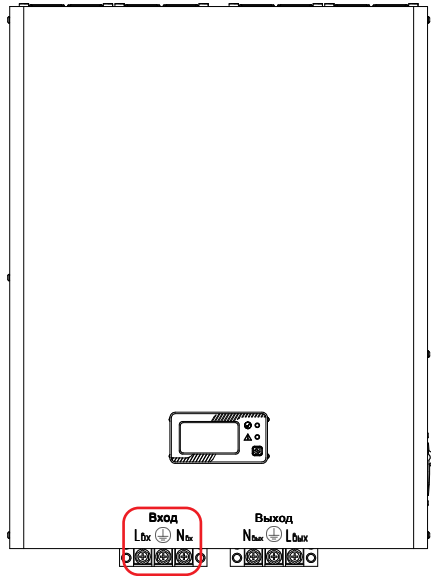

Рисунок 27. Стабилизаторы Штиль IS8000 и IS10000. Выводы «Вход L- \oplus -N»
- у моделей IS8000, IS10000 с помощью выводов «Вход L- \oplus -N» (**рисунок 27**) - в ходе подключения кабеля входной сети необходимо продеть через отверстия защитного кожуха (**рисунок 33**), при необходимости ослабив планку фиксации.